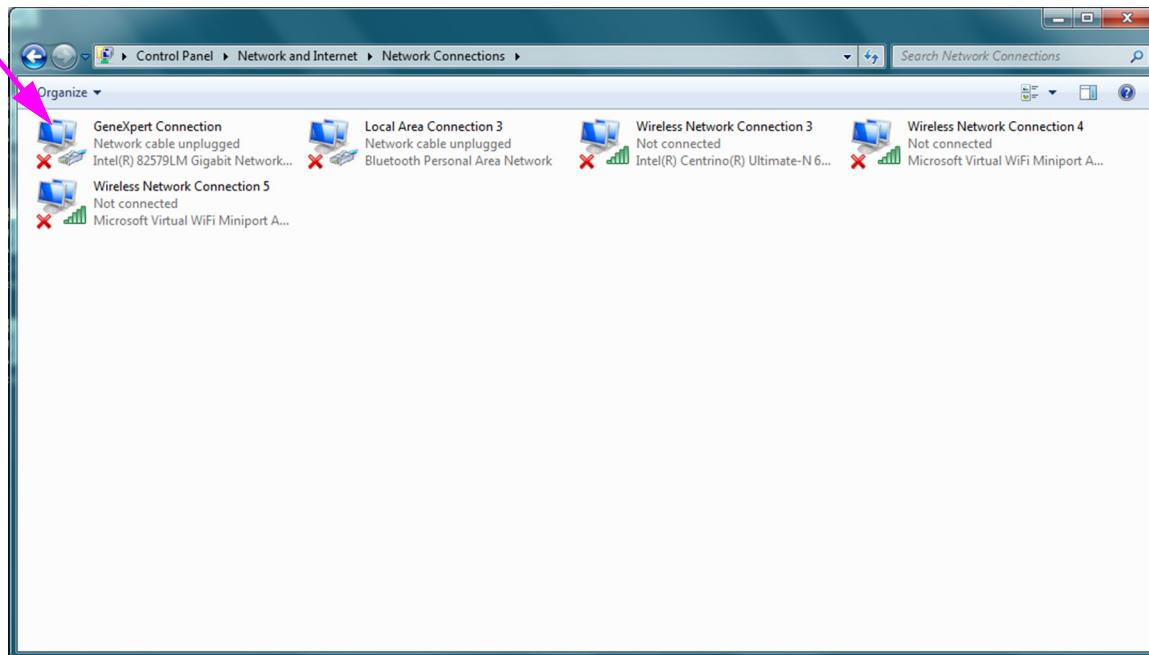

Figura 2-39. Ecrã Network Connections (Ligações de rede)
5. Clique em **Change adapter settings** (Alterar definições da placa). Aparece o ecrã Network Connections (Ligações de rede). Consulte a figura 2-39.